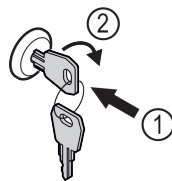

Fig. 181
- ▶ Introducir la llave. Fig. 181 (1)
- ▶ Girar la llave 90° en sentido horario. Fig. 181 (2)